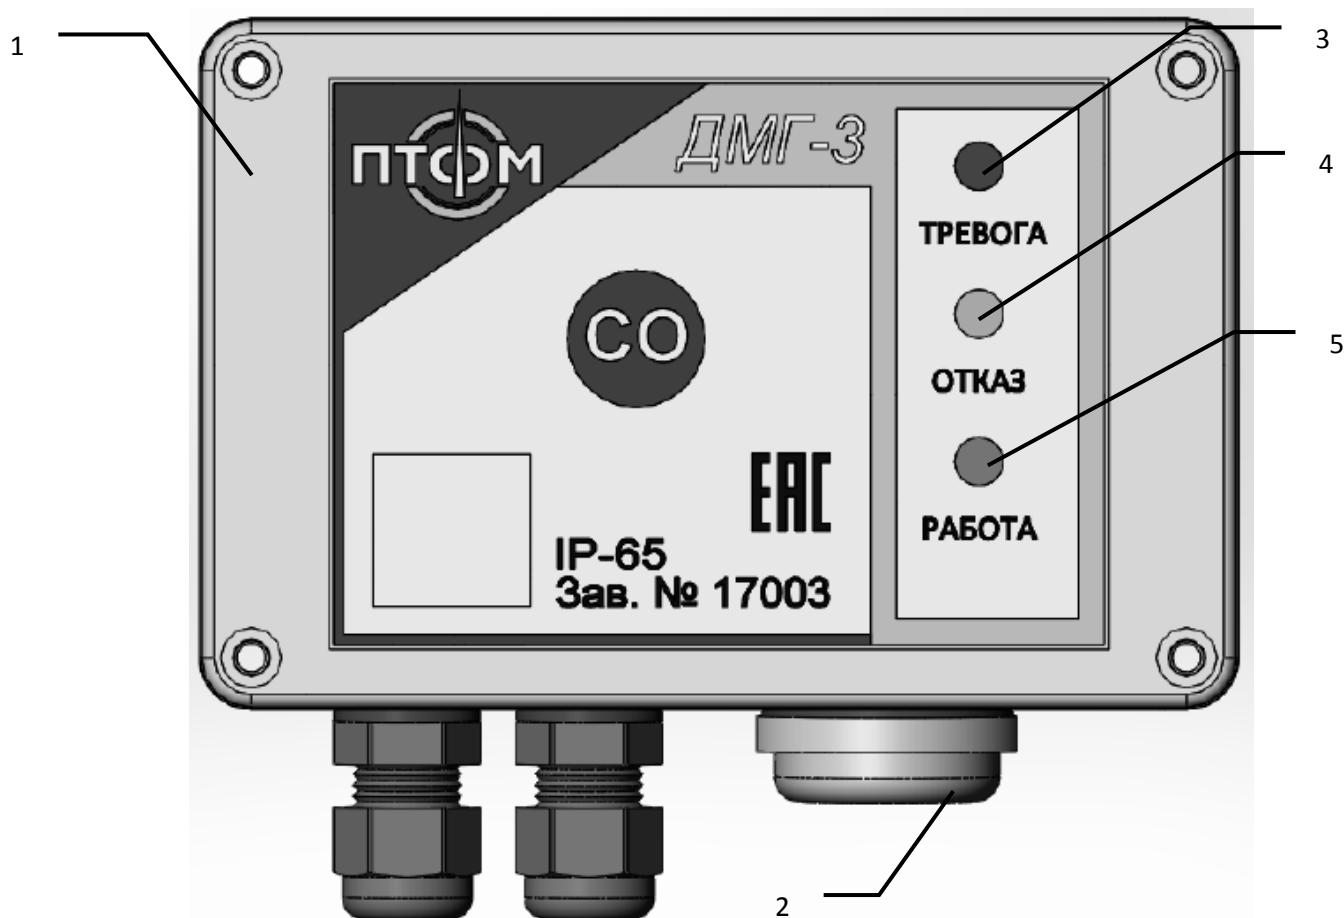

Рисунок 2 — Передняя панель детектора
На лицевой панели детектора в импульсном режиме загорается красный светодиод «ТРЕВОГА» (рисунок 2).
На лицевой панели детектора красный светодиод «ТРЕВОГА» работает в режиме непрерывного свечения (рисунок 2).
- назначение светодиодных индикаторов (рисунок 2).